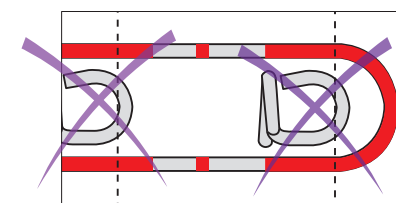

Fig.8
2. Rimuovere il distanziatore ⑪ (fig. 8) e verificare che l'eccentrico ⑨ rimanga centrato sull'attuatore ⑩ utilizzando i segni ⑫ (fig. 4A).
3. Armare il dispositivo premendo il blocco ⑬; si sentirà un "clic" (fig. 8).